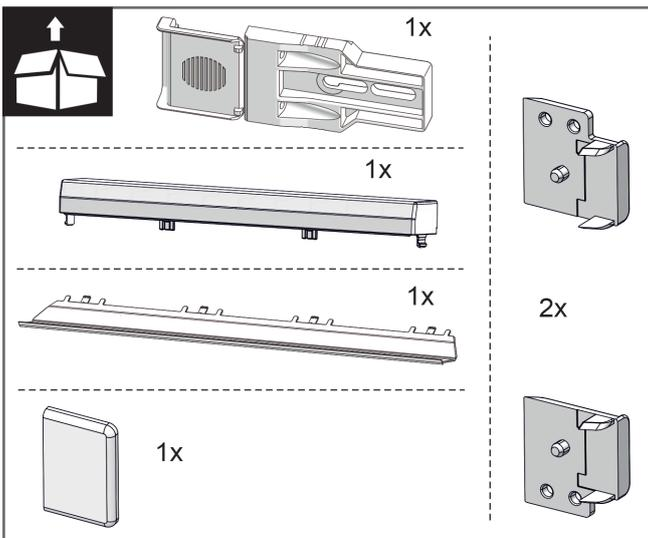
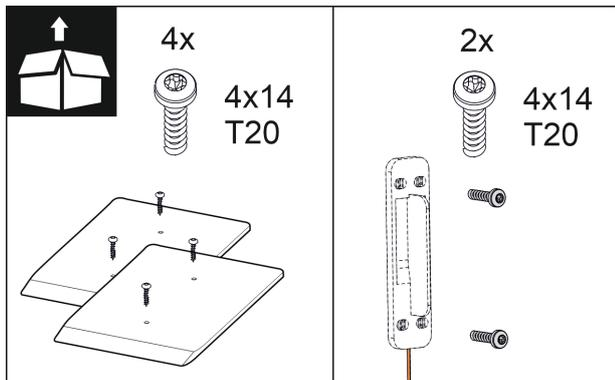

Fig. 10
Fig. 16
2. Provjerite montažne dijelove u priloženoj vrećici. Fig. 10 () do Fig. 16 ()
Montažni dijelovi u vrećici Fig. 10 () do Fig. 16 ()